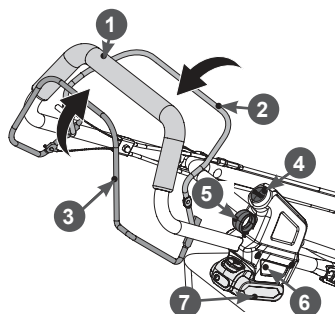

Рис. 14. Запуск двигателя электрическим стартером
5. Вставьте предохранительный ключ 5 (Рис. 14).
рукой нажмите и удерживайте рычаг останковки двигателя 2 (Рис. 14). Правой рукой нажмите кнопку включения электрического стартера 4 (Рис. 14).